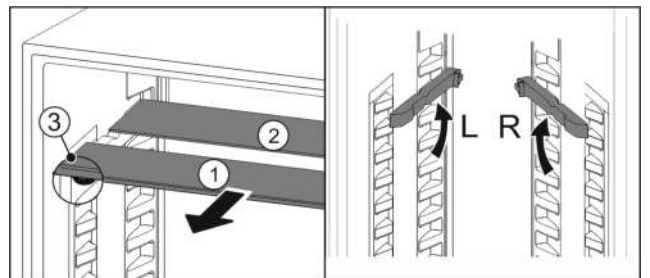

Fig. 105
- ▶ Glasplatten einzeln nach vorne herausziehen Fig. 105 (1).
- ▶ Glasplatte Fig. 105 (1) mit Zierleiste liegt vorne.
- ▶ Stopps Fig. 105 (3) zeigen nach unten.